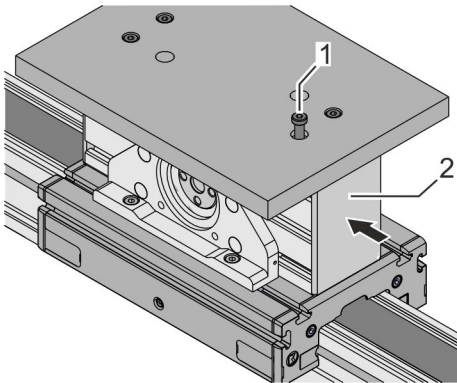

Abb. 28: Nutensteine befestigen
3. ➤ Abdeckkappe (Abb. 28/2) auf das Umlenkgewände am Führungsschlitten einsetzen.
Schraube (Abb. 28/1) vorsichtig für jeden Nutenstein festziehen: